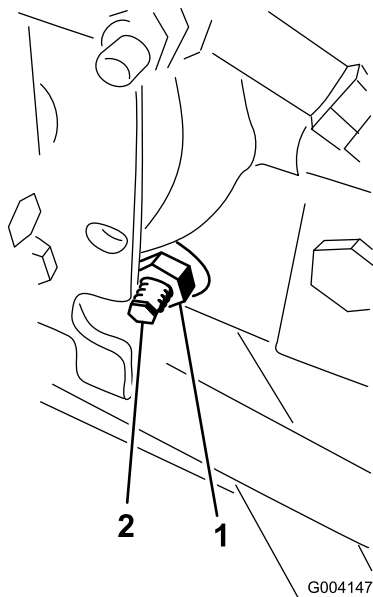

図 57
3. ハイドロスタットの右側にあるトラクション調整カムのロックナットをゆるめる 図 57。